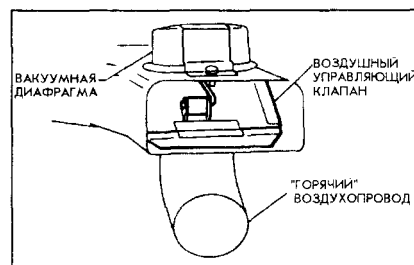

Рис. 3-77.
3. Запустите двигатель и немедленно проверьте положение управляющего воздушного клапана. Клапан должен приподняться (рис. 3-77).